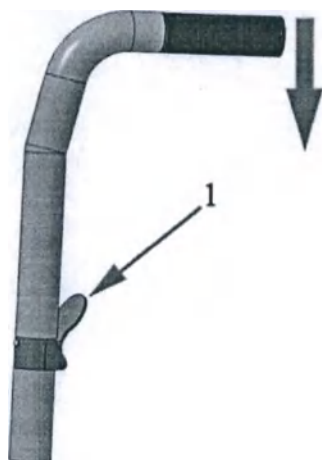

Рис.1.7
5.4.3 Спинки, сиденья изготовлены из прочной нейлоновой дышащей ткани. Спинка кресла складная по вертикальной оси. Для складывания спинки нажмите на флажки (поз.1, рис.1.7), расположенные на задней части спинки и потяните верхнюю часть спинки вниз. Для раскладывания спинки в рабочее положение потяните за ручки (поз.1, рис.1.8) спинки вверх до щелчка.